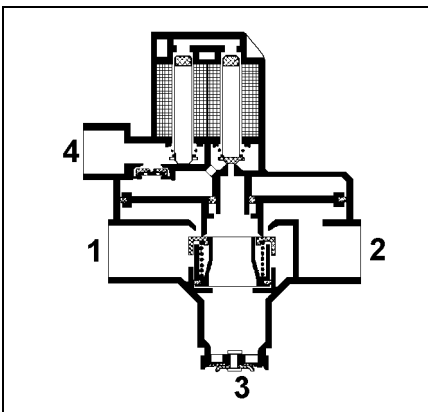

Fig. 12
**Creșterea de presiune:** (Fig. 12)
Presiunea de la rezervor prezentă, presiunea de comandă de ex. 1 bar: Presiunea de comandă aflată la racordul 4 trimite aer prin magnetii M1 și M2 în spațiul de deasupra pistonului și împinge pistonul (K) în jos. Se deschide o fantă îngustă între 1 și spațiul B (vezi fig. 12). În racordul de ieșire 2 începe să se formeze presiune (cilindrul de frână conectat nu este desenat). Deoarece fețele de sus și de jos ale pistonului sunt egale, pistonul își ia poziția lui inițială imediat după ce presiunea în 2 este egală cu cea de la 4. Pistonul inelar stă din nou așezat pe scaun, trecerea aerului de la 1 spre spațiul B este oprită.